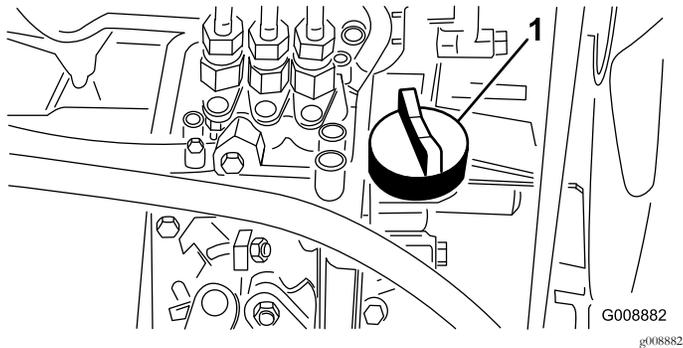

Figura 38
4. Si el nivel de aceite es bajo, retire el tapón de llenado (Figura 38) y añada poco a poco pequeñas cantidades de aceite, comprobando el nivel frecuentemente, hasta que el nivel llegue a la marca de lleno de la varilla.